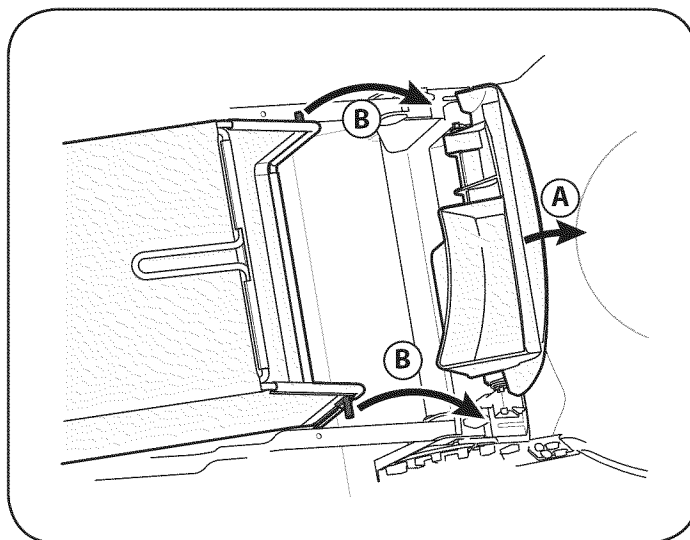

Figura 8
- A. Levante la puerta de descarga posterior. Vea la figura 8.
- B. Lugar de colección de césped en las ranuras en el mango entre corchetes como se muestra en la figura 8. Suelte la puerta de descarga de modo que descance sobre el colector de césped.